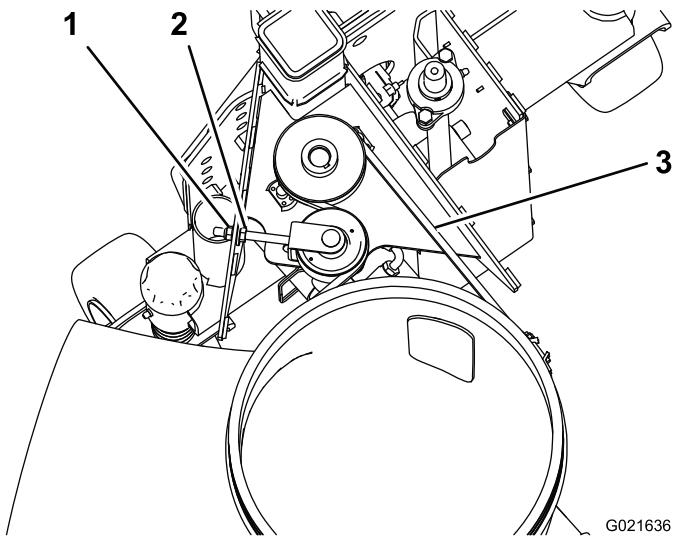

Figura 28
1. Compruebe la tensión presionando la correa en el centro del tramo más largo con una fuerza de 30 Nm (Figura 28). La correa debe desviarse 4,8 mm. Si la desviación no es la correcta, continúe con el paso siguiente. Si es correcta, siga usando la máquina.
- 2. Para aumentar la tensión de la correa, afloje la tuerca hexagonal y apriete la tuerca con arandela prensada hasta obtener la tensión deseada (Figura 28). No apriete excesivamente.